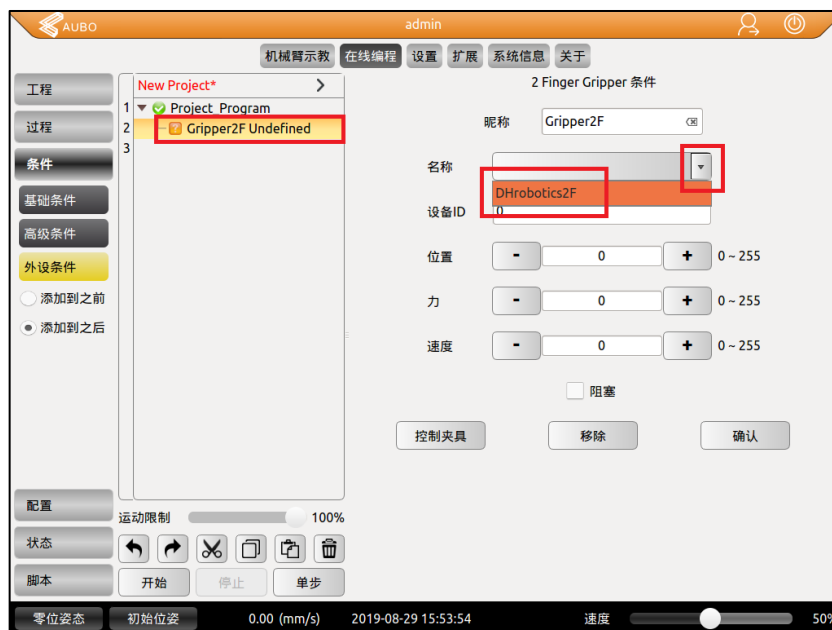

图 5.8 PGC300 工程应用
6. 应用上，进入工程编程编辑页面，选择条件中的外设条件，添加 2 Finger Gripper 。选择夹爪型号 DHrobotics2F。如图 5.8 所示。